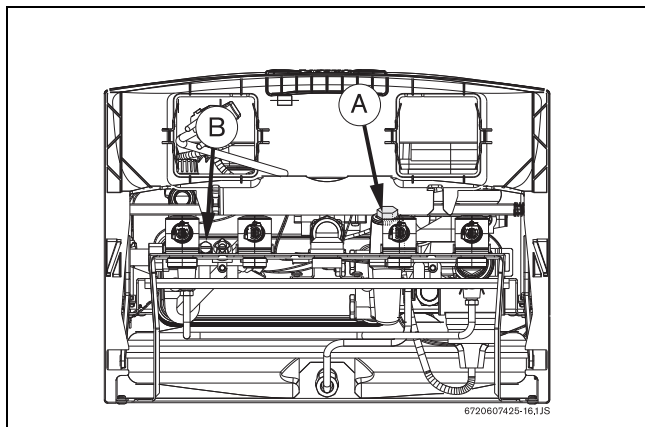

Fig. 31
- ▶ Aflojar el tapón (Fig. 31, [Pos. A]).
- ▶ Desenroscar el tornillo de desagüe (Fig. 31, [Pos. B]).